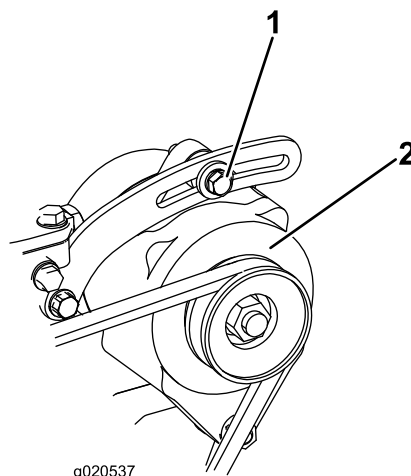

Figura 96
1. Se l'inflessione non è di 10 mm, allentate i bulloni di fissaggio dell'alternatore (Figura 96).